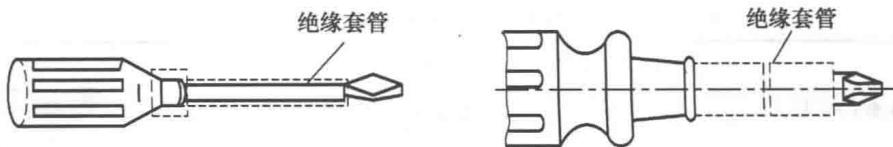

图 1-2 螺钉旋具
螺钉旋具（俗称螺丝刀或起子）是一种紧固和拆卸螺钉的工具，由金属杆头和绝缘柄组成。按金属杆头部分的形状划分，可分为十字型、一字型和多用型。其外形如图 1-2 所示。按绝缘柄外金属杆的长度和刀口尺寸分为： 50×3 (5)、 65×3 (5)、 75×4 (5)、 100×4 、 100×6 、 100×7 、 125×7 、 125×8 、 125×9 、 150×7 (8) mm 几种规格。